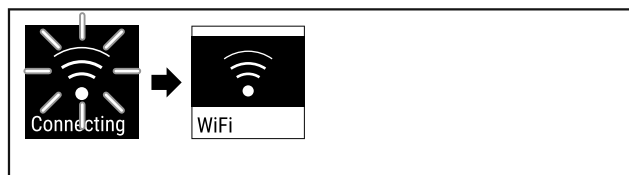

Fig. 75
- ▶ Vytvorí sa pripojenie (pozri Fig. 75) .